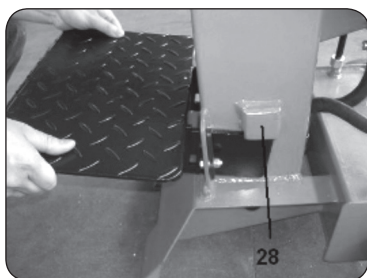

Figura 5
Dependendo do comprimento da madeira a rachar, a placa da mesa pode ser fixada em três alturas - 570 mm, 770 mm e 1060 mm, insira a placa da mesa nos suportes necessários (28). Fixe a placa da mesa pela alavanca de bloqueio (29) em ambos os lados, as alavancas de bloqueio da mesa são fixas em todas as posições de montagem. (Figura 5 y 6)